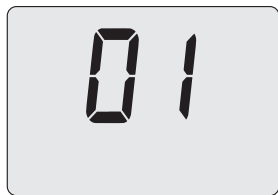

Figura 7.6
- Premendo il tasto 17 sul display LCD appare il numero **01**, indicante l'entrata nell'attivazione della "funzione spazzacamina" alla potenza minima (Figura 7.6).